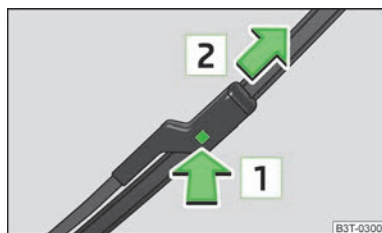

Fig. 48
- Presionar el seguro **1** » fig. 48 para desbloquear la escobilla y extraer en el sentido de la flecha **2**.